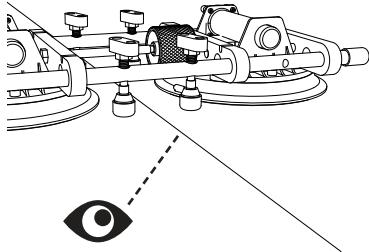

fig. 4
14. Verifique que la costura est  nivelada. (ver fig. 4)